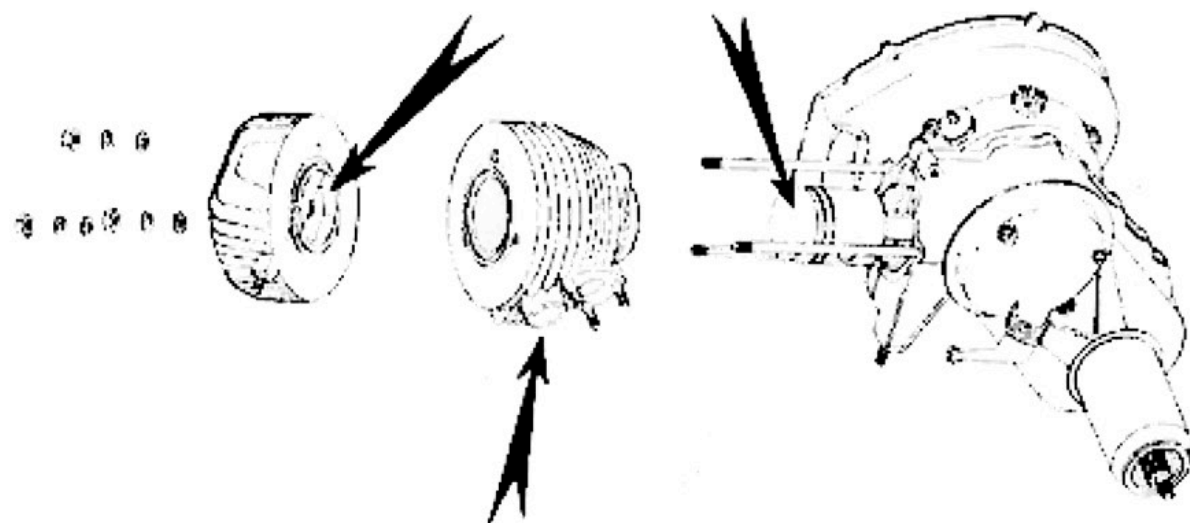

Fig. 16
5) Togliere le incrostazioni sulla testa, sulle luci del cilindro e sullo stantuffo. Questa operazione può farsi smontando il tubo di scarico, la testa del cilindro ed il cilindro. Fare attenzione che residui carboniosi non vadano nell'interno del motore. È consigliabile far eseguire quanto sopra dall'agente di vendita. Ricordarsi di montare una guarnizione nuova fra cilindro e testa (vedi fig. 16).